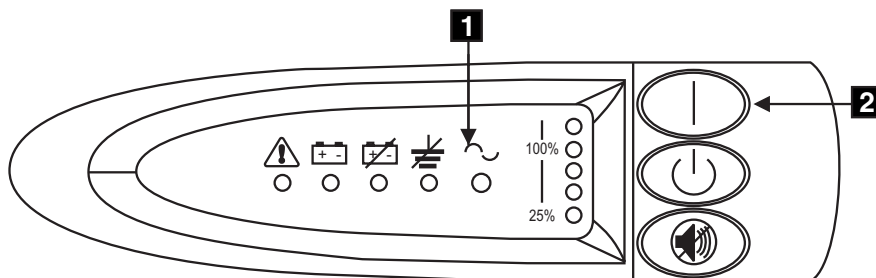

図 79. 無停電電源装置 5125 の電源スイッチおよびインディケータ
10. UPS 5125 が自己診断テストを実行する間、すべてのフロント・パネル・インディケータ (図 79 を参照) が短時間明滅します。テストが完了すると、モード・インディケータ (図 79 の **1**) は、明滅して、UPS 5125 が待機モードになったことを示します。
UPS 5125 のピープ音 (約 1 秒) が鳴るまで、UPS 5125 のスイッチ (図 79 の **2**) を押し続けます。モード・インディケータが明滅を停止し、負荷レベル・インディケータが、UPS 5125 から供給されている負荷のパーセントを表示します。UPS 5125 はこれで通常モードになり、そのバッテリーを充電します。